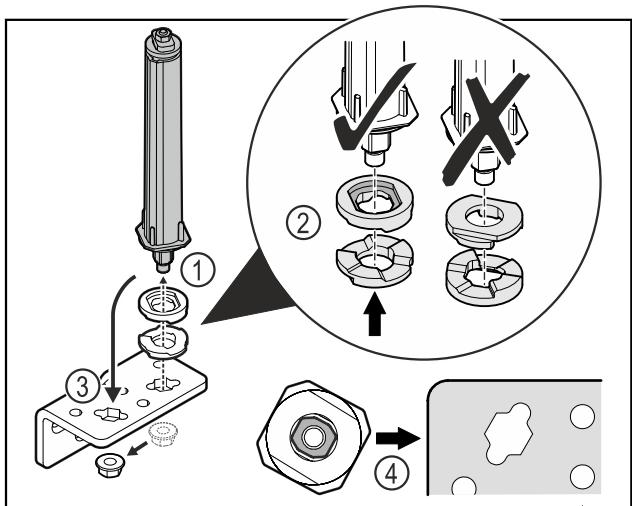

Fig. 38
- Atskrūvējiet uzgriezni un noņemiet durvju slēgšanas sistēmu Fig. 38 (1).
- Ievērojiet augstuma regulēšanas paplākšņu pareizo izvietojumu Fig. 38 (2).
- Pārlieciet durvju slēgšanas sistēmu lokāmajā kronšteinā unnofiksējiet ar uzgriezni Fig. 38 (3).
- Ievērojiet durvju slēgšanas sistēmas pareizo izvietojumu ieviešanas laikā Fig. 38 (4).